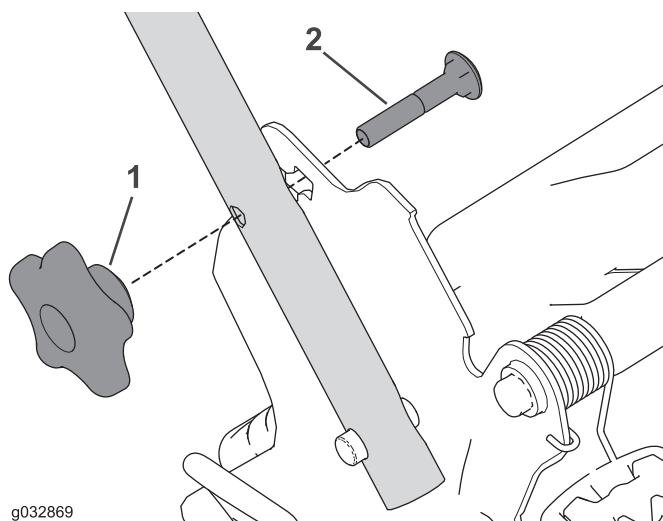

Figure 25
1. Retirez et conservez les 2 boutons et les 2 boulons de carrosserie du support du guidon (Figure 25).